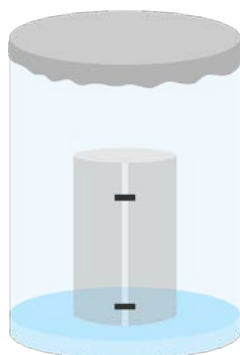

Figura 11. Representação da montagem experimental da cromatografia em papel.
Na cromatografia em papel se marca no papel com um lápis o ponto de partida da amostra a ser aplicada. Posteriormente o papel é colocado em um béquer fechado (cuba cromatográfica), com solvente suficiente para molhar apenas a parte inferior do papel, não tocando a amostra, conforme a Figura 11.
3. Enrole o papel na forma de um cilindro e coloque grampos para manter a forma de cilindro, deixando um pequeno espaço (± 1 mm) entre as duas extremidades de forma a não se tocarem (Figura 11).